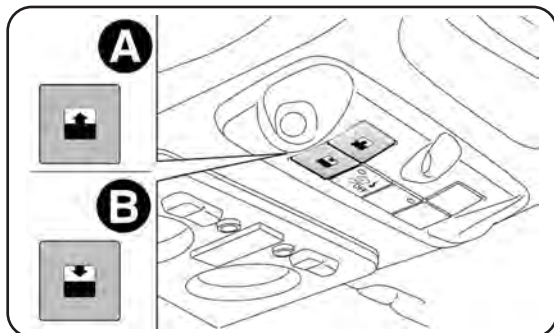

fig. 63
Il funzionamento del tetto apribile avviene solo con chiave di avviamento in posizione MAR. I comandi A e B-fig. 63 posti sulla mostrina della plafoniera anteriore comandano le funzioni di apertura/chiusura del tetto.
Premi il pulsante A-fig. 63 e mantienilo premuto: il pannello vetro anteriore si porterà in posizione "spoiler". Premi nuovamente il pulsante A e, agendo sul comando per più di mezzo secondo, per innescare il movimento del cristallo del tetto, che proseguirà automaticamente fino ad una posizione intermedia (posizione "Comfort").
- premi il pulsante B-fig. 63 fino alla completa chiusura del tetto. Rilascia poi il pulsante;